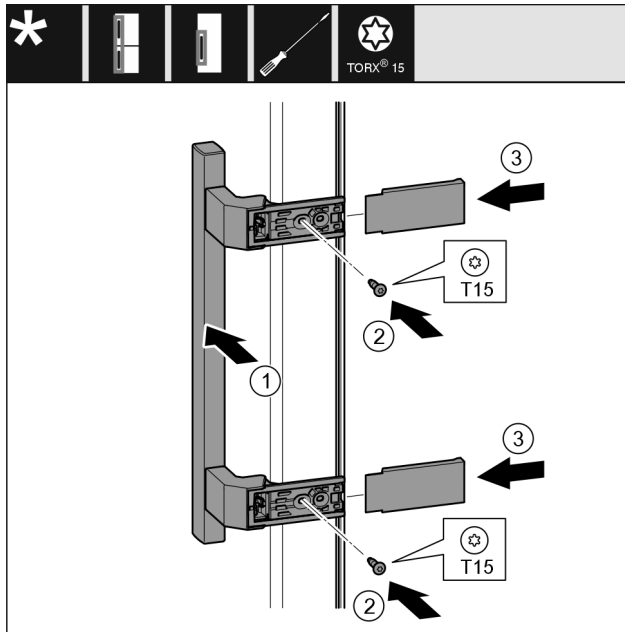

Fig. 36
- Postavite ručku Fig. 36 (1) na suprotnu stranu.
- Odvijačem pritegnite vijke Fig. 36 (2).
- Postavite poklopce Fig. 36 (3) bočno i natakните ih.